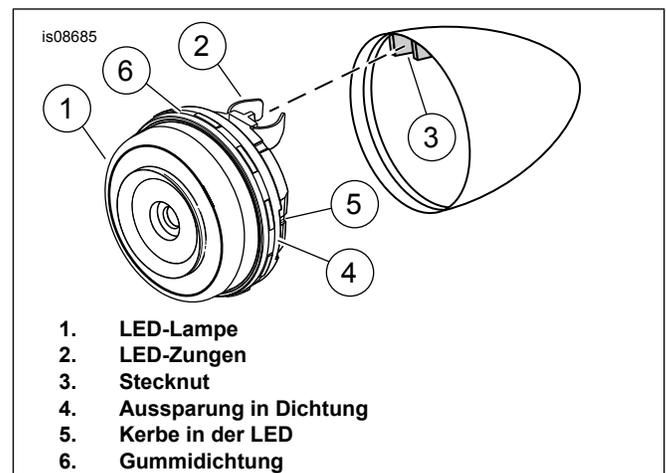

Abbildung 7. LED-Zunge und Lampengehäuse
- a. Siehe Abbildung 7. Die Lampen (1) an die Kabelbäume anschließen.
- b. Die Aussparung an der Dichtung (4) auf die Aussparung an der LED-Lampe (5) ausrichten.
- c. Die Zungen (2) auf die Stecknut (3) ausrichten. Die LED-Lampe (1) gerade und im rechten Winkel in das Gehäuse schieben. Die LED-Lampe wird durch die Reibung der Gummidichtung (6) gesichert.